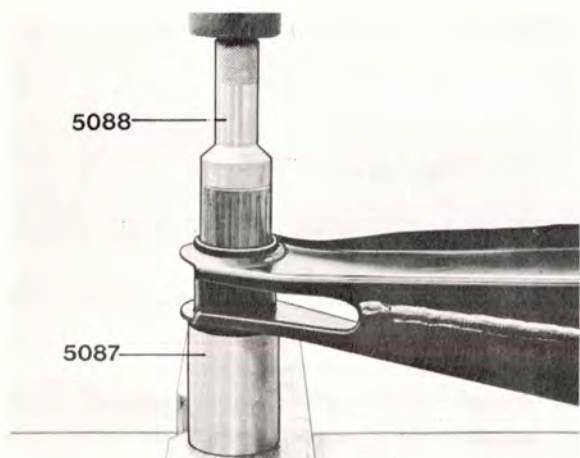

Bild 7-12.
6. Pressa i den nya bussningen med samma verktyg (bild 7-12).